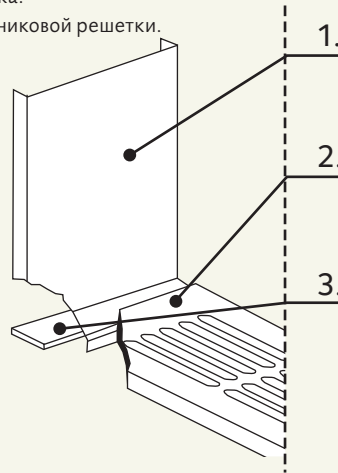

Рис. 1.
- 1.5. Убедитесь, что колосниковая решетка и панель, регулирующая подачу воздуха, (рисунок 1), установлены в правильное положение.